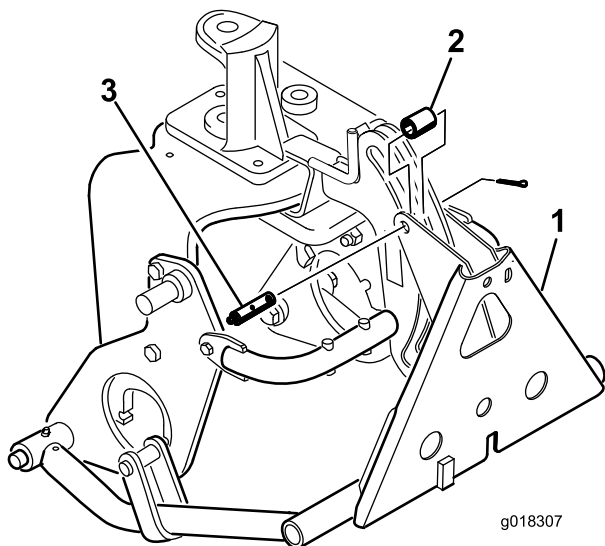

Figura 10
8. Fissare l'adattatore del telaio al telaio dell'attacco di traino con un tubo, un perno con testa e una coppia (Figura 10).